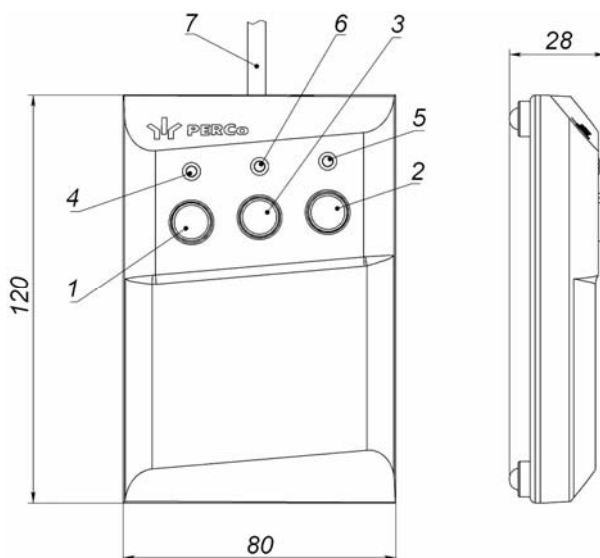

Рисунок 4. Общий вид и габаритные размеры ПДУ
ПДУ (13) выполнен в виде небольшого настольного прибора в корпусе из ударопрочного АБС-пластика и предназначен для задания и индикации режимов работы при ручном управлении ЭП. Внешний вид и габаритные размеры ПДУ показаны на рис. 4.